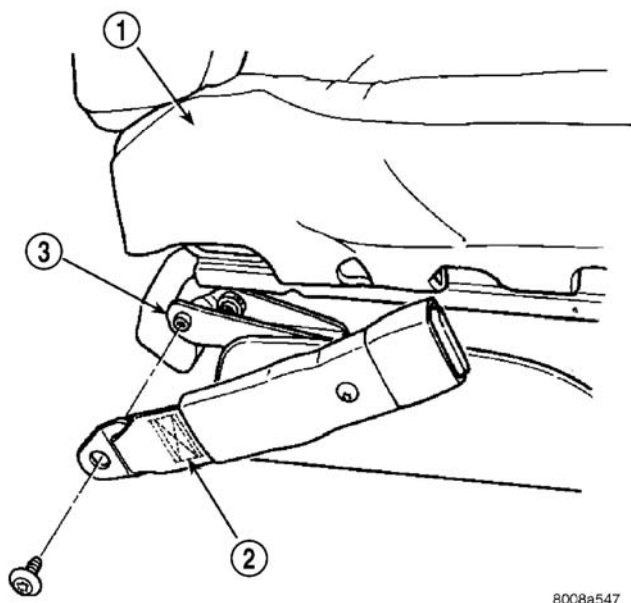

图10 座椅安全带搭扣—前排内侧
- (1) 拆卸连接前排内侧盖与座椅垫框架的螺钉。
- (2) 从车上将侧盖拆卸下来。
- (3) 拆卸连接座椅安全带搭扣与前座椅滑轨的螺栓（图10）。
- (4) 将搭扣从车上拆卸下来。
- (1) 将座椅从车上拆卸下来。
- (2) 拆卸连接车内侧盖与座椅垫的螺钉。
- (3) 从座椅将侧盖拆卸下来。
- (4) 拆卸连接座椅靠背倾斜调节器支架与座椅垫的螺栓。
- (5) 从座椅上将座椅靠背倾斜调节器支架拆卸下来。
- (6) 拆卸连接座椅安全带搭扣与座椅滑轨的螺栓（图10）。
- (7) 将搭扣从车上拆卸下来。